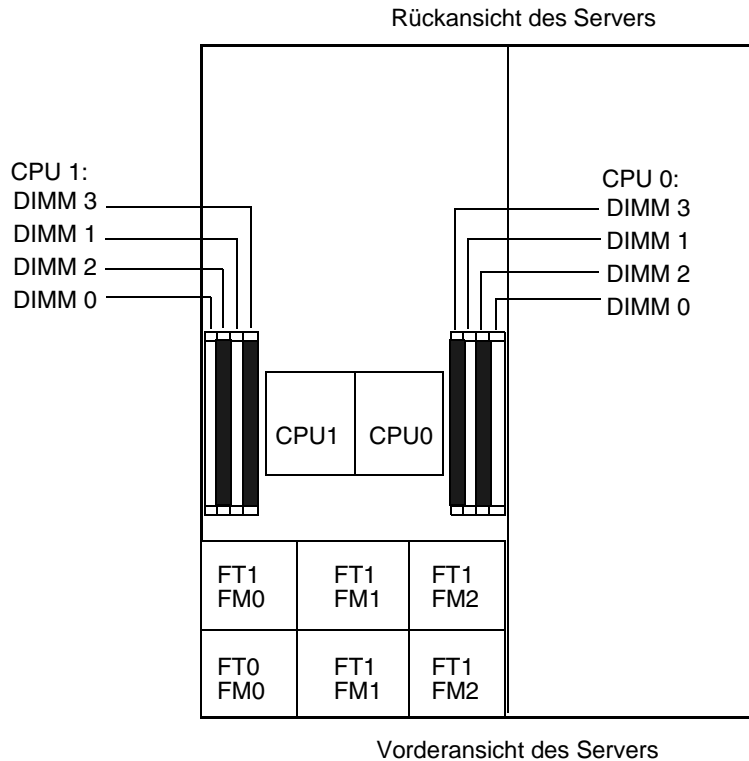

ABBILDUNG 4-39 Bezeichnung der DIMM-Steckplätze im Sun Fire X4200
Die interne Systemsoftwarebezeichnung der DIMM-Steckplätze ist in **ABBILDUNG 4-39** dargestellt.
- Die DIMM-Steckplätze sind paarweise angeordnet, und die DIMMs müssen paarweise installiert werden (0 und 1, 2 und 3). Siehe **ABBILDUNG 4-39** und **TABELLE 4-12**. Die paarweise Zusammengehörigkeit der Speicherkartensteckplätze ist an den Farben Schwarz und Weiß zu erkennen.
- Wenn für eine CPU nur ein DIMM-Paar verwendet wird, müssen diese DIMMs in die weißen DIMM-Steckplätze (0 und 1) dieser CPU eingesetzt werden. Siehe **ABBILDUNG 4-39**.